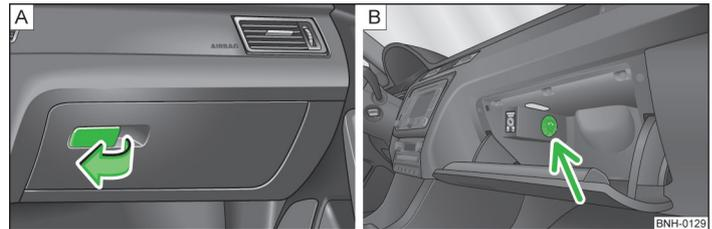

Fig. 48 Tableau de bord : vide-poches côté passager avant
- Tirez la poignée du couvercle vers la flèche » fig. 48 - [A] et rabattez le couvercle vers le bas.
Faites tourner le sélecteur » fig. 48 - [B] pour ouvrir ou fermer l'arrivée.